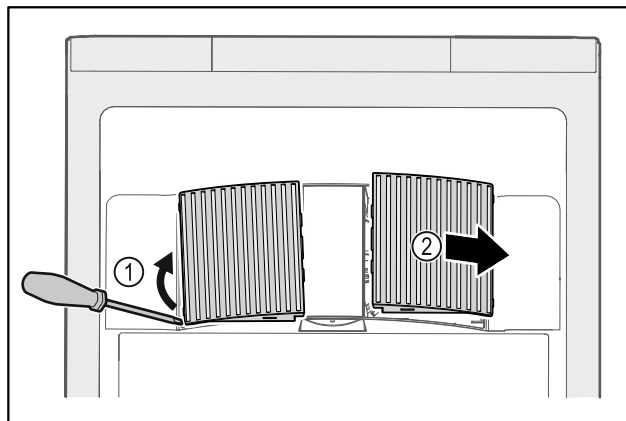

Fig. 171
- ▶ Осторожно подденьте крышки вентилятора сбоку Fig. 171 (1) и снимите их движением вперед Fig. 171 (2).